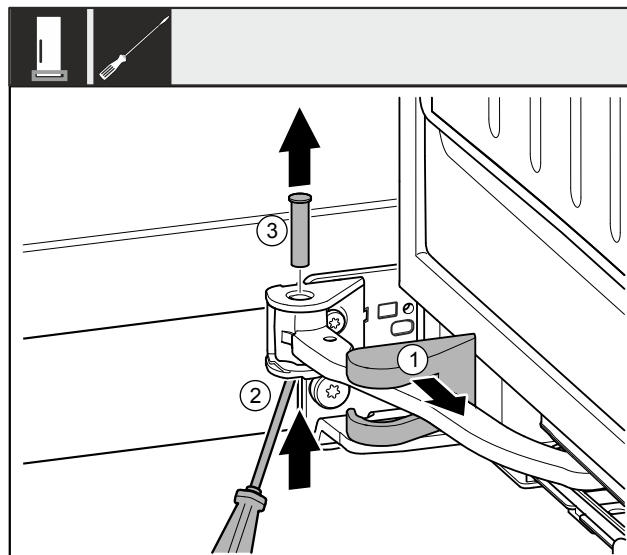

Fig. 10
- Retire la cubierta del soporte del cojinete Fig. 10 (1) y deslícela a lo largo de la bisagra.
- Levante el perno Fig. 10 (2) desde abajo con un destornillador.
- Extraiga el perno Fig. 10 (3) desde arriba.